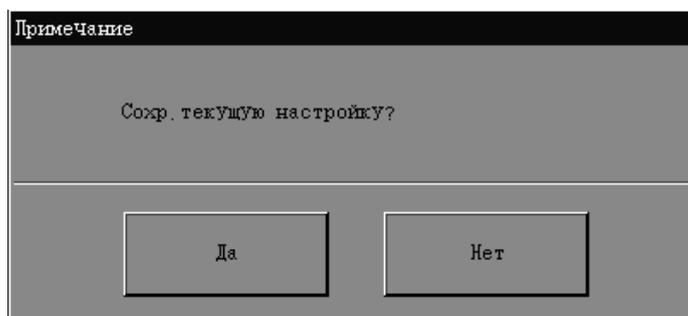

Рис. 9-16 Диалоговое окно
7. После ввода **НАЖМИТЕ** любую кнопку в нижней части экрана, чтобы выйти с экрана «Вручную». Если все новые коэффициенты калибровки находятся в диапазоне 75,0-125,0%, открывается диалоговое окно (Рис. 9-16).